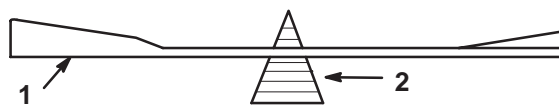

Figure 26
2. Vérifiez l'équilibre de la lame en la plaçant sur un équilibreur (Fig. 26). Si la lame reste horizontale, elle est équilibrée et peut être utilisée. Si la lame est déséquilibrée, limez un peu le dos de la lame. Répétez la procédure jusqu'à ce que la lame soit équilibrée.